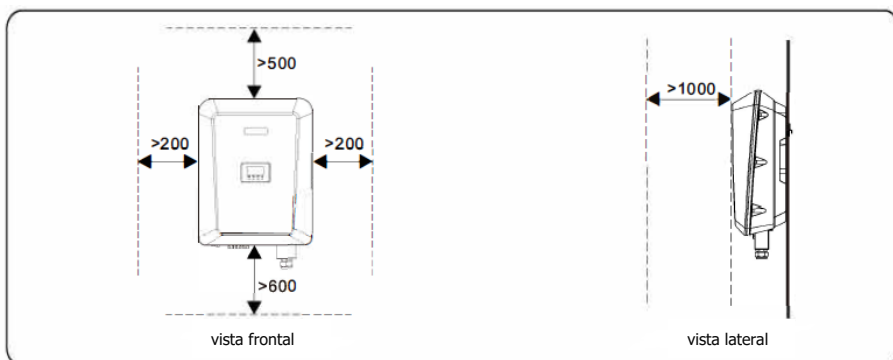

Figura 4.4 Requisitos de espacio para la instalación (unidad: mm)
- Deje espacio libre suficiente alrededor del inversor para asegurarse de contar con espacio para realizar la instalación y para garantizar la disipación del calor, tal como muestra la figura 4.4.